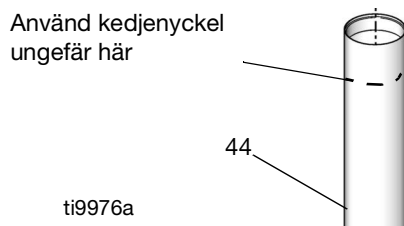
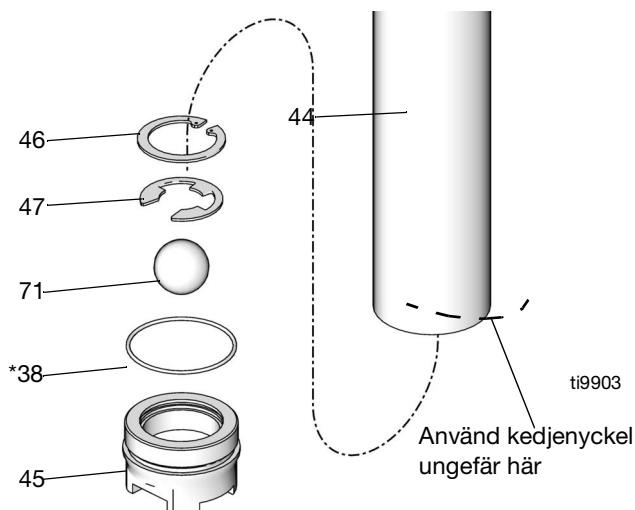

FIG. 16
FIG. 17
2. Använd kedjenyckel nära sugrörets överände vid den punkt som anges i FIG. 16 och en skiftnyckel på fotvalvets flatsida (45) för att lossa fotventilen från sugröret (44). För att förhindra skador på sugtuben, avlägsna inte fotklaffen tills instruktionerna anger detta vid steg 4.
Var försiktig med att inte böja, buckla eller skada sugröret när du avlägsnar det. För att undvika skada, använd kedjenyckeln endast på toppen och botten av sugröret, som i FIG. 16 och FIG. 17. Använd inte nyckeln på mitten av sugröret.
3. Med fotventilen fortfarande på plats för att stödja sugröret, använd en kedjenyckel nära sugrörets botten, som i FIG. 17, för att lossa sugröret (44) från pumpen (34).
4. Ta bort fotventilen från sugröret (44).
5. Avlägsna hållringen (46), låsringen (47), kulan (71) och o-ringen (38*) från fotventilen (45). Kontrollera alla delar och se efter om de är skadade. Se FIG. 17.